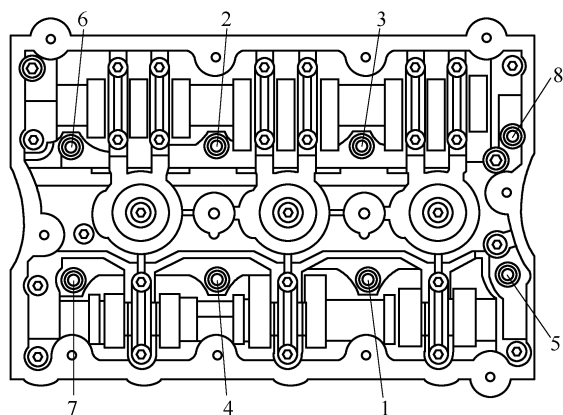

图 1-5-22 装入新的气缸盖螺栓
(20) 如图 1-5-22 所示顺序装入新的气缸盖螺栓，略微拧紧。